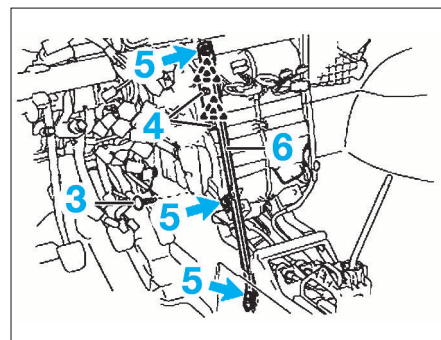

FIG. 10
- Dégager partiellement la moquette après avoir retiré l'agrafe (3) (fig. 10).
- Déposer les deux fixations (4) et dégager le faisceau du renfort (6)
- Déposer les deux vis et l'écrou de fixation (5) du renfort.